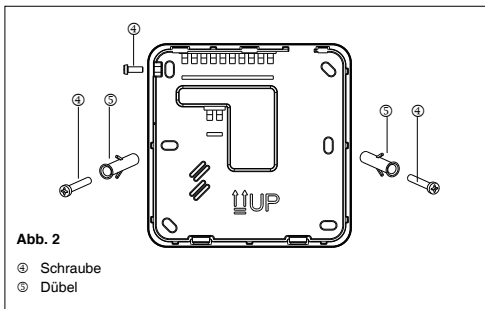

Abb. 2
- Entfernen Sie die Feststellschraube oben links, um die Einheit von der Steuerung zu trennen (Abb. 2). Sichern Sie die Einheit an der Wand und markieren Sie die Bohrlöcher.
- Befestigen Sie die Steuerung mit den dafür vorgesehenen Dübeln an der Wand ③.
- Verschließen Sie nun die Abdeckung der Steuerung mithilfe der anfangs gelösten Schrauben (Abb. 2).